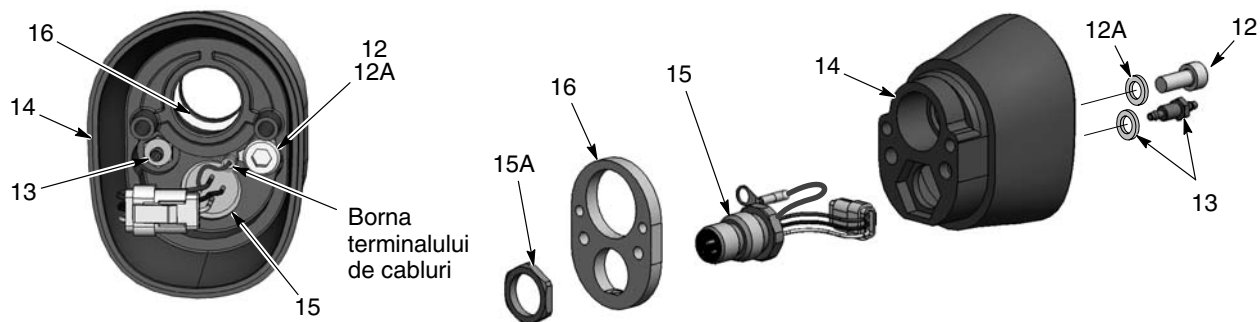

Figura 7-11 Dezasambarea pistolului montat pe tub 5 / 5
18. Vezi Figura 7-11. Pentru a dezambala ansamblul corpului posterior, scoateți șurubul (12) și racordul striat (13) de la interiorul corpului posterior al pistolului (14). Sunt necesare o cheie hexagonală de 3 mm și o cheie tubulară adâncă de 1/4 in.
19. Desfaceți piulița (15A) de la priză, trageți placa de împământare (16) de pe corpul pistolului spate și introduceți fasciculul de cabluri al prizei prin corp.
**NOTĂ :** La reasamblare, fixați borna de împământare a terminalului de cabluri la corpul posterior al pistolului cu ajutorul șurubului (12) și al șaibei de blocare (12A) și strângeți șurubul la 2,5 N•m (22 inch-lbs).